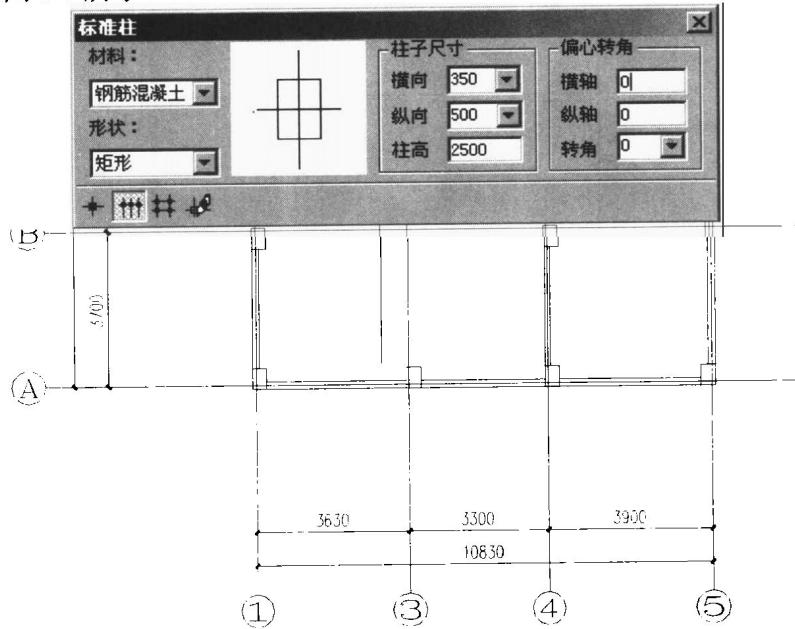

图 1-8 沿着一根轴线布置柱子示例
- (1) 沿 A 轴插入 4 个矩形钢筋混凝土柱，尺寸 350×500 （注意：此时柱高与层高相同，都是 2500），插入方式在工具栏中选取“沿着一根轴线布置柱子”，选取 A 轴后插入，如图 1-8 所示。